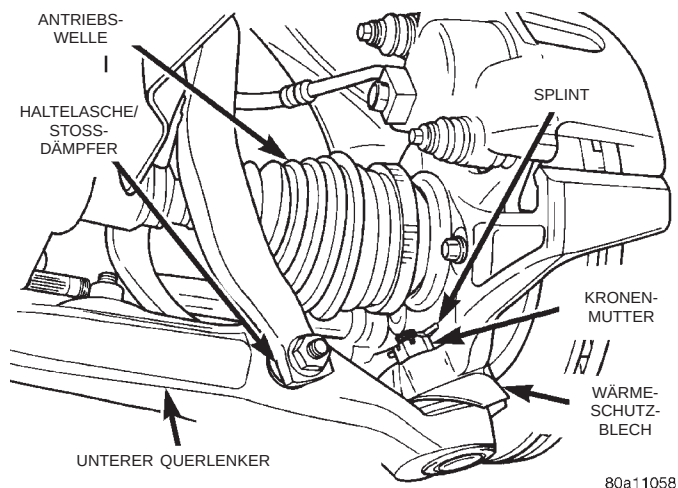

Abb. 30 Befestigung des unteren Kugelgelenks am Achsschenkel
(5) Splint und Kronenmutter (Abb. 30) vom Gewindebolzen des unteren Kugelgelenks am Achsschenkel abbauen.
(3) Den Gewindebolzen des Kugelgelenks in den Achsschenkel einbauen. Dann die Kronenmutter auf den Gewindebolzen aufschrauben (Abb. 30).
(5) Kronenmutter mit einem Anzugsmoment von 74 N·m (55 ft. lbs.) festziehen (Abb. 30). Splint in das Kugelgelenk einbauen (Abb. 30).
(6) Verbindungsstange des Stabilisators in der Bohrung am unteren Querlenker montieren.
(7) Die Schelle, mit der der Stabilisator am vorderen Querträger und der Karosserie befestigt wird, mit den entsprechenden Bohrungen ausrichten. Dann die Befestigungsschrauben der Schelle eindrehen